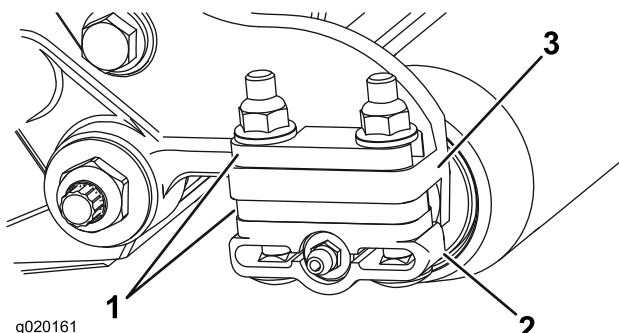

图11
1. 根据修剪高度图，将所需数量的垫片放在侧板安装法兰(图11)下，将后滚筒支架(图11)调节到所需的修剪高度范围。